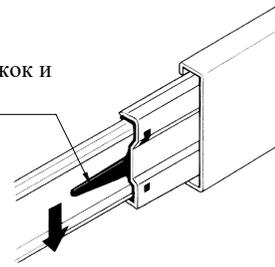

Рис.3
3. Отсоедините от основания телескопических направляющих внутренние планки, отогнув пластиковый рычажок фиксатора (Рис. 3). Основания телескопических направляющих закрепите на деталях 2, 3 винтами М5х8 (Рис. 4). **!!!** Приложите телескопическую часть отверстиями к отверстиям на боковине стола так, чтобы они были отцентрованы относительно друг друга. Вкрутите винты М5х8 с помощью **шуруповерта**, приложив немного усилий. **Внимание:** винт М5х8 должен заходить с натягом для максимально плотной фиксации телескопических направляющих.